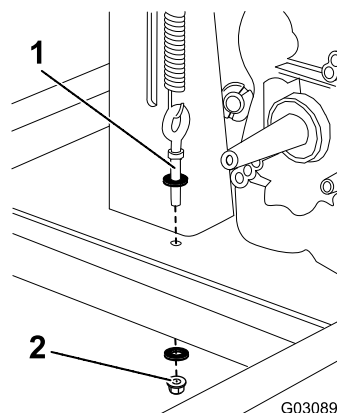
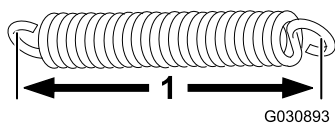

Рисунок 55
Рисунок 56
- A. Ослабьте нижнюю гайку рым-болта и отвинтите ее до конца болта (Рисунок 55).
4. Измерьте длину пружины — расстояние между внутренними сторонами крючков, как показано на Рисунок 56. Если пружина растянута больше, чем на 8,9 см, замените пружину.
5. Чтобы увеличить натяжение пружины и, как следствие, натяжение ремня, уменьшите высоту рым-болта, ослабив верхнюю гайку рым-болта и затянув нижнюю (Рисунок 55 и Рисунок 56).